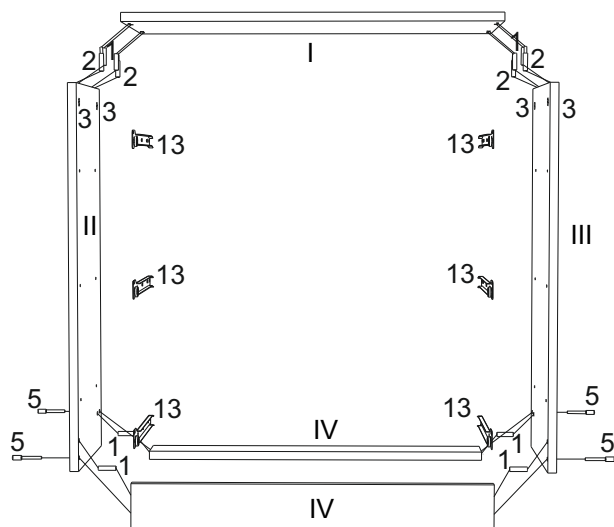

рис. 1
1. В топ (I) в соответствующие отверстия вкрутить дюбеля эксцентриковой стяжки (2) и вбить шканты (1).
2. В боковины (II, III) в соответствующие отверстия вставить эксцентрики (3) стрелкой в направлении отверстий в торцах, вкрутить дюбеля эксцентриковой стяжки (2) и вбить шканты (1), винтами 6,3х11 (4) прикрутить направляющие (13).
3. Скрепить топ (I) и боковины (II, III), поворачивая эксцентрики по часовой стрелке. Планки (IV) крепить к боковинам при помощи конфирматов 7х50 (5)(рис. 1).
4. Гвоздями (12) прибить задние стенки (X), состыковав между собой соединительным брусом (XI). К нижним торцам боковин гвоздями (12) прибить подпятники (14).